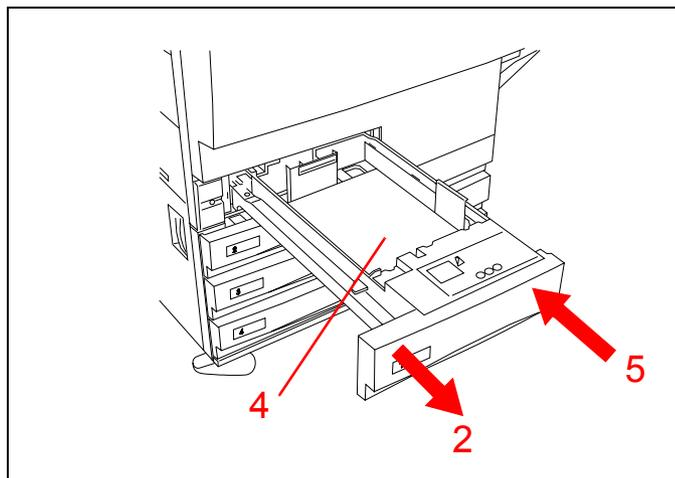

Figura 6
**Demonstre** os passos à medida que os descreve. Consulte a Figura 6.